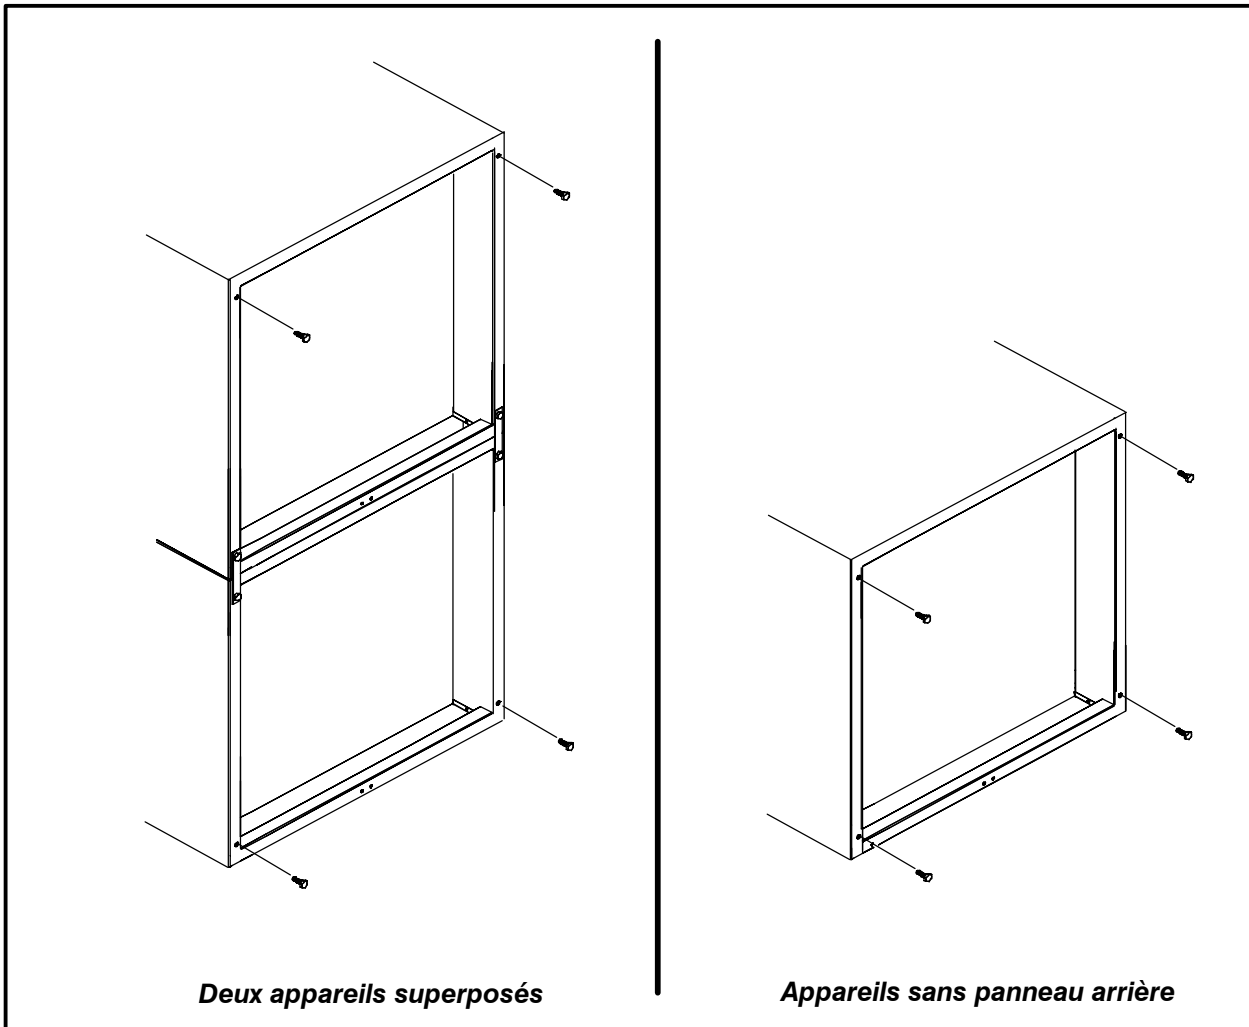

Figure 3
2. Posez les boulons comme l'illustre la Figure 3.